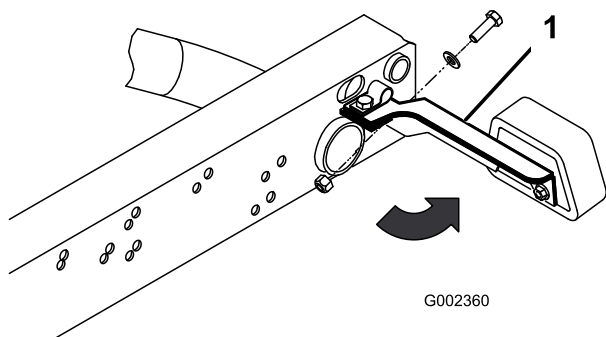

Bild 3
1. Lockern Sie die Sicherungsmuttern und Schrauben, mit denen die Rücklichthalterungen an den rechten und linken Rahmenhalterungen befestigt sind (Bild 3).